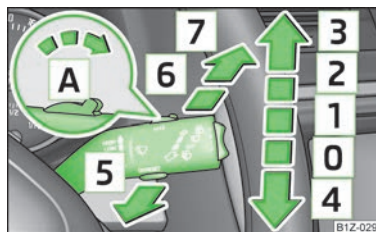

Fig. 35
- Când ștergătoarele funcționează încet [2] » fig. 35 la pagina 49 sau rapid [3] și viteza de deplasare a autovehiculului se reduce sub 4 km/h, se va comuta automat pe o treaptă imediat inferioară de ștergere. La creșterea vitezei peste 8 km/h se va relua ștergerea existentă anterior.
- Dacă doriți să ștergeți parbrizul scurt, apăsați maneta în poziția asistată de arc [4] » fig. 35. Dacă maneta este ținută în poziția de jos pentru mai mult de 1 secundă, ștergătorul șterge mai rapid.
- Aduceți maneta în sus, în poziția [1] » fig. 35.
- Aduceți maneta în sus, în poziția [2] » fig. 35.
- Aduceți maneta în sus, în poziția [3] » fig. 35.
- Trageți maneta spre volan în poziția asistată de arc [5] » fig. 35, instalația de spălare funcționează imediat, ștergătoarele de parbriz vor intra în funcțiune ceva mai târziu. La o viteză peste 120 km/h instalația de spălare și ștergătoarele de parbriz vor acționa concomitent.
- Aduceți maneta în poziția [1] » fig. 35.
► Apăsăți maneta în sens opus volanului, în poziția **6** » fig. 35, ștergătorul șterge la fiecare 6 secunde.
► Apăsăți maneta în sens opus volanului, în poziția asistată de arc **7** » fig. 35, instalația de spălare funcționează imediat, ștergătorul de parbriz intră în funcțiune ceva mai târziu. Ștergătorul și instalația de spălare funcționează atât timp cât se menține maneta în această poziție.
► Aduceți maneta la loc, în poziția de bază **0** » fig. 35.
Când maneta ștergătoarelor de parbriz se află în poziția **2** » fig. 35 la pagina 49, respectiv **3**, la o viteză mai mare de 5 km/h, se va realiza o ștergere a lunetei, la fiecare 30 secunde, respectiv 10 secunde.
Pentru spălarea farurilor, după fiecare prima și a cincea spălare a parbrizului se vor spăla și farurile; pentru aceasta farurile trebuie să fie aprinse și maneta de acționare a ștergătoarelor de parbriz trebuie să fie menținută cca. 1 secundă în poziția **5** » fig. 35 la pagina 49.
- Apăsăți apoi în interval de 20 secunde maneta ștergătoarelor în poziția  » fig. 35 la pagina 49 - brațele ștergătoarelor adoptă poziția de service.